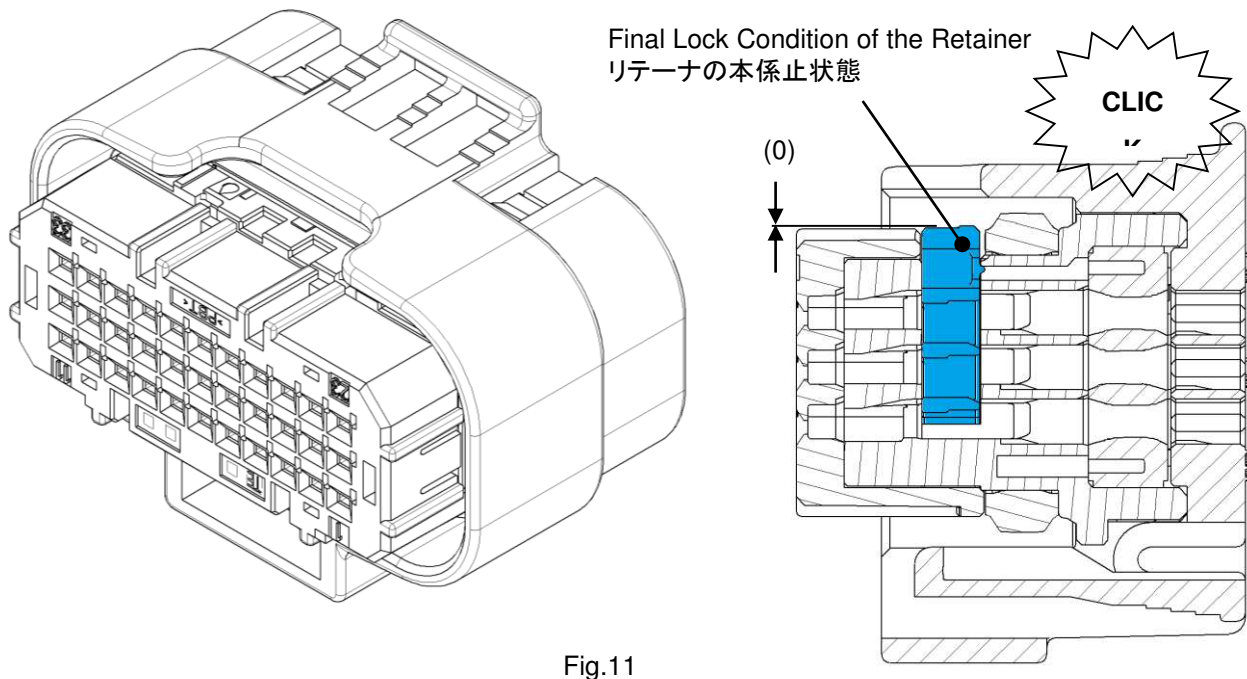

Fig.11
(7) Please make sure the retainer placed in Final Lock Condition. (See Fig.11, 12)
リテーナが本係止状態となるまで挿入されたことを確認してください。(図 11、12 参照)